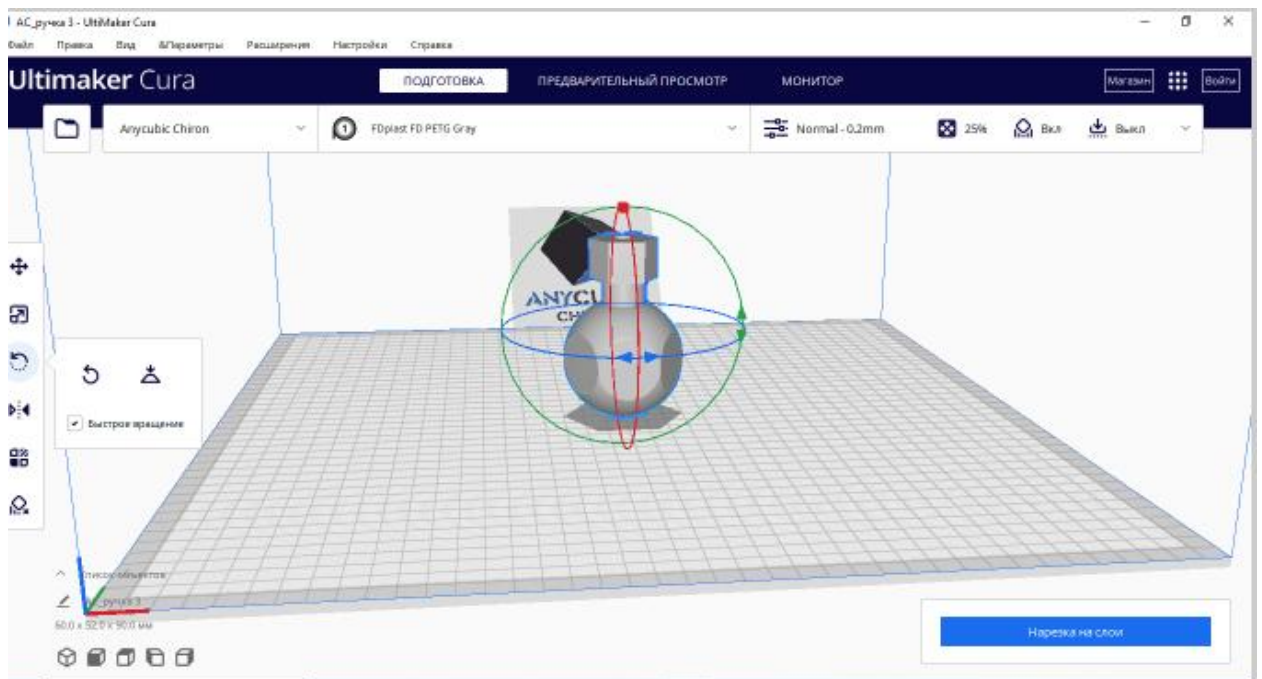

Рис. 18 Установка модели на столе
4. Разместить деталь таким образом чтобы число нависающих над столом элементов было минимальным (следовательно и количество печатаемых поддержек будет минимальным) Для этого нужно кликнув на детали воспользоваться боковым меню с помощью которого осуществляется управление размещением модели на столе (рис. 18)